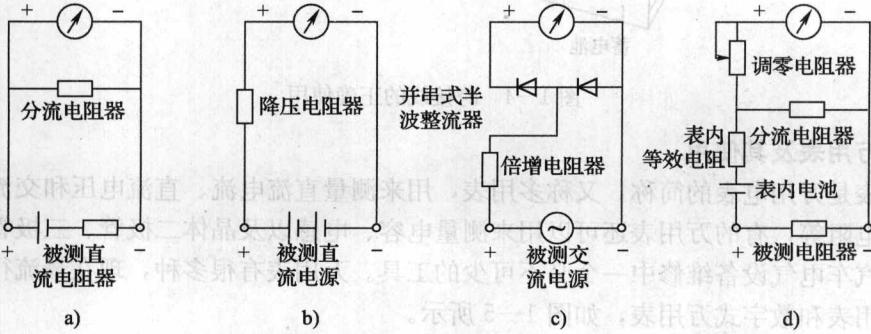

图 1—6 指针式万用表的基本原理
4) 测电阻原理 如图 1—6d 所示，在表头上并联和串联适当的电阻器，同时串接一节电池，使电流通过被测电阻器，根据电流的大小，就可测量出电阻值。改变分流电阻器的阻值，就能改变电阻的量程。